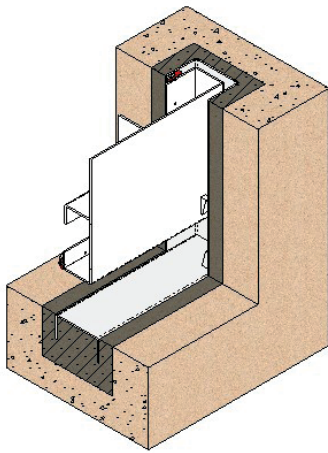
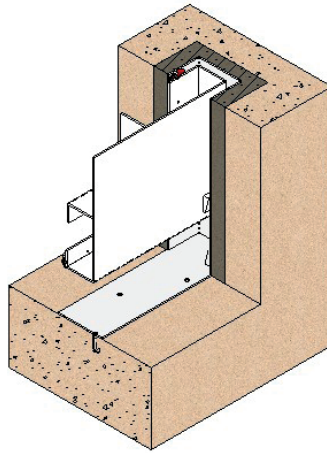

Fig. 13
Fig. 14
Le système le plus habituel pour monter ces vannes est le bétonnage (fig. 13), mais comme nous pouvons observer sur la fig. 14 et 15, il existe également d'autres options de montage.
- Pour monter la vanne bétonnée (fig.13), nous plaçons la vanne dans les creux du canal. Dans ce processus, il est essentiel que le joint de siège du panneau reste en aval. Une fois que la vanne est placée dans les creux, nous la centrerons horizontalement par rapport à la largeur du canal et nous nous assurerons verticalement que la sole de la vanne reste au ras du canal. De cette façon, il est possible d'éviter les bossages dans le canal pour garantir un passage total et continu. En maintenant cette position, nous réaliserons le deuxième bétonnage, qui consistera à remplir les creux en assurant qu'il n'y ait aucun bossage dans le canal.